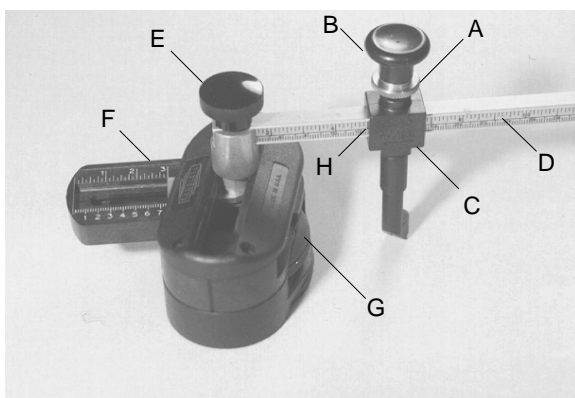

Figure 1
Réglez l'excentricité en desserrant le bouton (E) sur le haut de la base. Faites glisser la plaque d'excentricité (F) de manière à ce que son extrémité gauche s'aligne sur l'excentricité voulue sur la règle d'excentricité qui est graduée en métrique et en Impérial. Resserrez le bouton. N.B. Si vous entaillez un cercle, l'excentricité est de 0. La Figure 1 montre un coupe-verre prêt à entailler un ovale de 125 mm x 200 mm (5 x 8 po.).